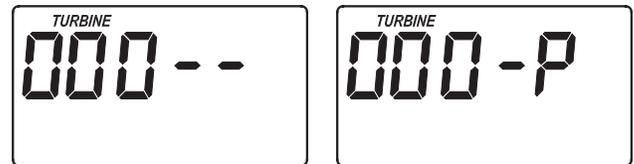

FIG. 28
1. Enfoncer le bouton SELECT et le maintenir enfoncé pendant 3 secondes jusqu'à ce que l'un des écrans de la figure 28 s'affiche. Si le clapet est dans la position «service» (service S), «back-wash BW» (lavage à contre-courant) ou «aspirate – A» (aspiration) (voir les repères sur la came du clapet), l'affichage doit indiquer « 000 - - », ce qui signifie que l'interrupteur de position est ouvert. Lorsque le clapet se déplace, l'affichage doit indiquer «000 – P», ce qui signifie que l'interrupteur de position est fermé.